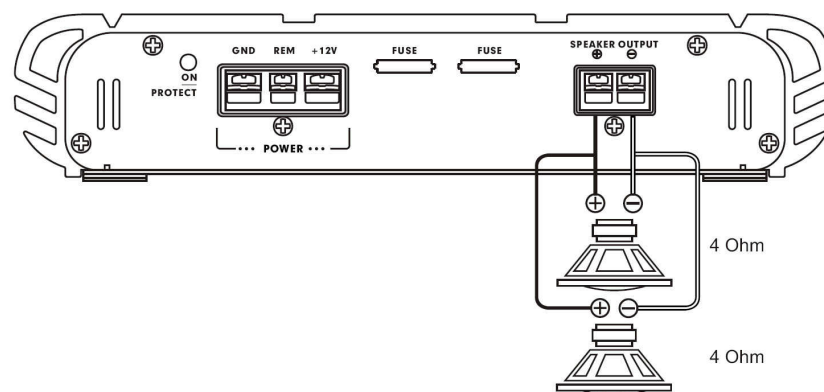

Рис.3.
- При неправильной полярности динамики будут работать в противофазе, что приведёт к **снижению отдачи в области** низких частот (басов) (См. рис.3).